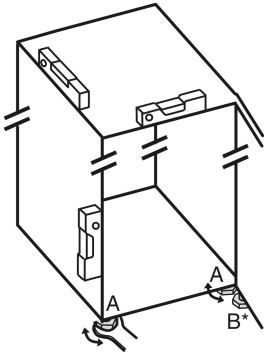

Fig. 34
- Az állítható lábakat Fig. 34 (A) a mellékelt villáskulccsal és egy vízmerce segítségével csavarja ki addig, amíg a készülék szilárdan és egyenesen be nincs igazítva.
- A csapágybak állítható lábát Fig. 34 (B) a mellékelt villáskulccsal csavarja ki úgy, hogy a padlón feküdjön.
- Az állítható lábat Fig. 34 (B) forgassa tovább 90°-kal.